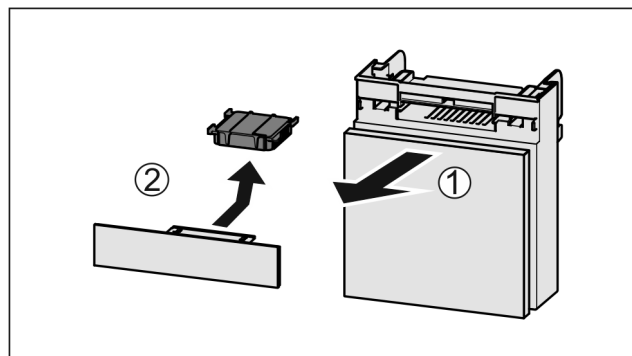

Fig. 135
- Издърпайте Fig. 135 (1) напред от отделениято.
- Извадете Fig. 135 (2) филтъра с активен въглен.